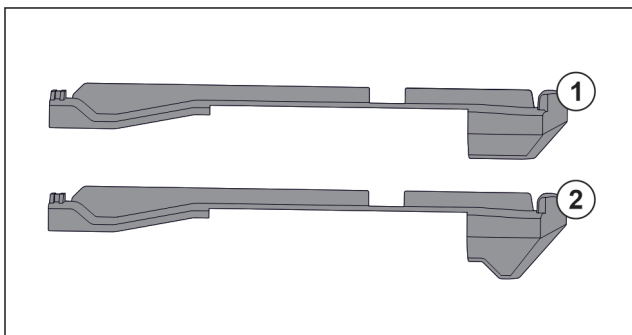

Fig. 62 Comparación de las piezas de acoplamiento
En el aparato hay dos piezas de acoplamiento distintas. La pieza de acoplamiento situada por encima del cajón inferior Fig. 62 (2) tiene un borde triangular. Todas las demás piezas de acoplamiento Fig. 62 (1) tienen un borde recto.
- ▶ Coloque la pieza de acoplamiento Fig. 62 (2) con borde triangular sobre el cajón inferior.
- ▶ Coloque las piezas de acoplamiento Fig. 62 (1) con borde recto en todas las demás posiciones.